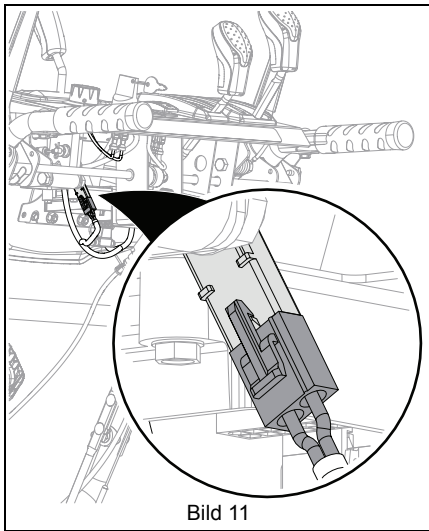

Bild 11
2. Se till att EFI-batteriet som sitter under kontrollpanelen är ansluten och fulladdat. Se Bild 11.